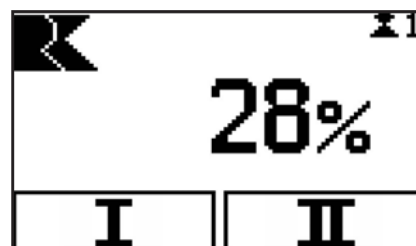

Abbildung 41 - Modus „Memoryposition“
- Memorypositionen (Standardansicht, Abbildung 41)
⇒ Das Display wechselt in den Modus „Memorypositionen“ (Abbildung 41).